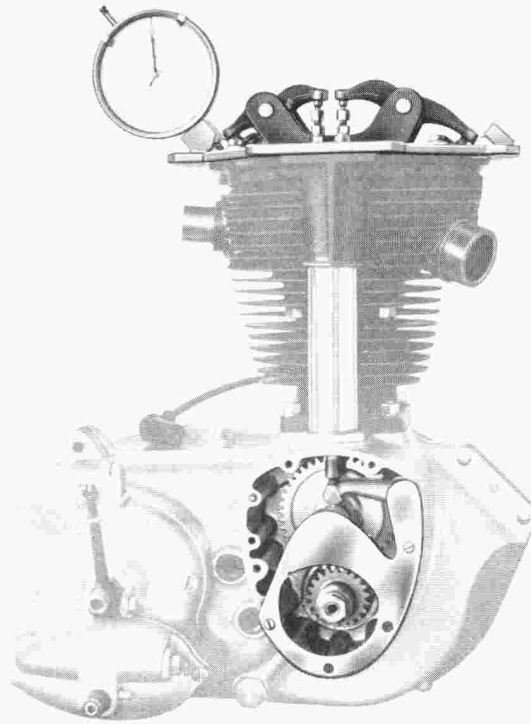

Abb. 24
1. Am kalten Motor Ventile ohne Spiel einstellen (d. h. in TO II bei geschlossenen Ventilen, Stoßstangen nur noch schwer drehbar, siehe Abb. 24).